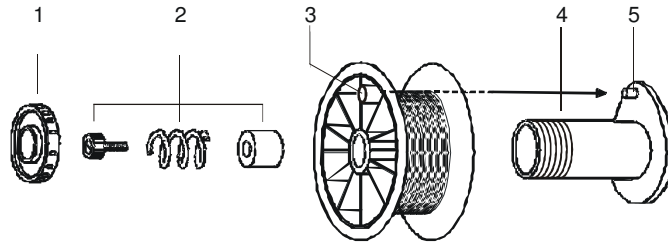

Fig.7 – Support de bobine de fil
- Positionner la bobine de fil sur son support (4-fig.7) en vérifiant que le trou de freinage (3-fig.7) reste correctement positionné sur le pivot de freinage (5-fig.7). En cas d'utilisation d'une bobine de fil en plastique, un adaptateur compatible doit être ajouté.
Ensuite, le système de freinage de la bobine doit être réglé en ajustant la vis de réglage du frein (2-fig.7) jusqu'à ce que la bobine s'arrête sans glisser en même temps que le motoréducteur.